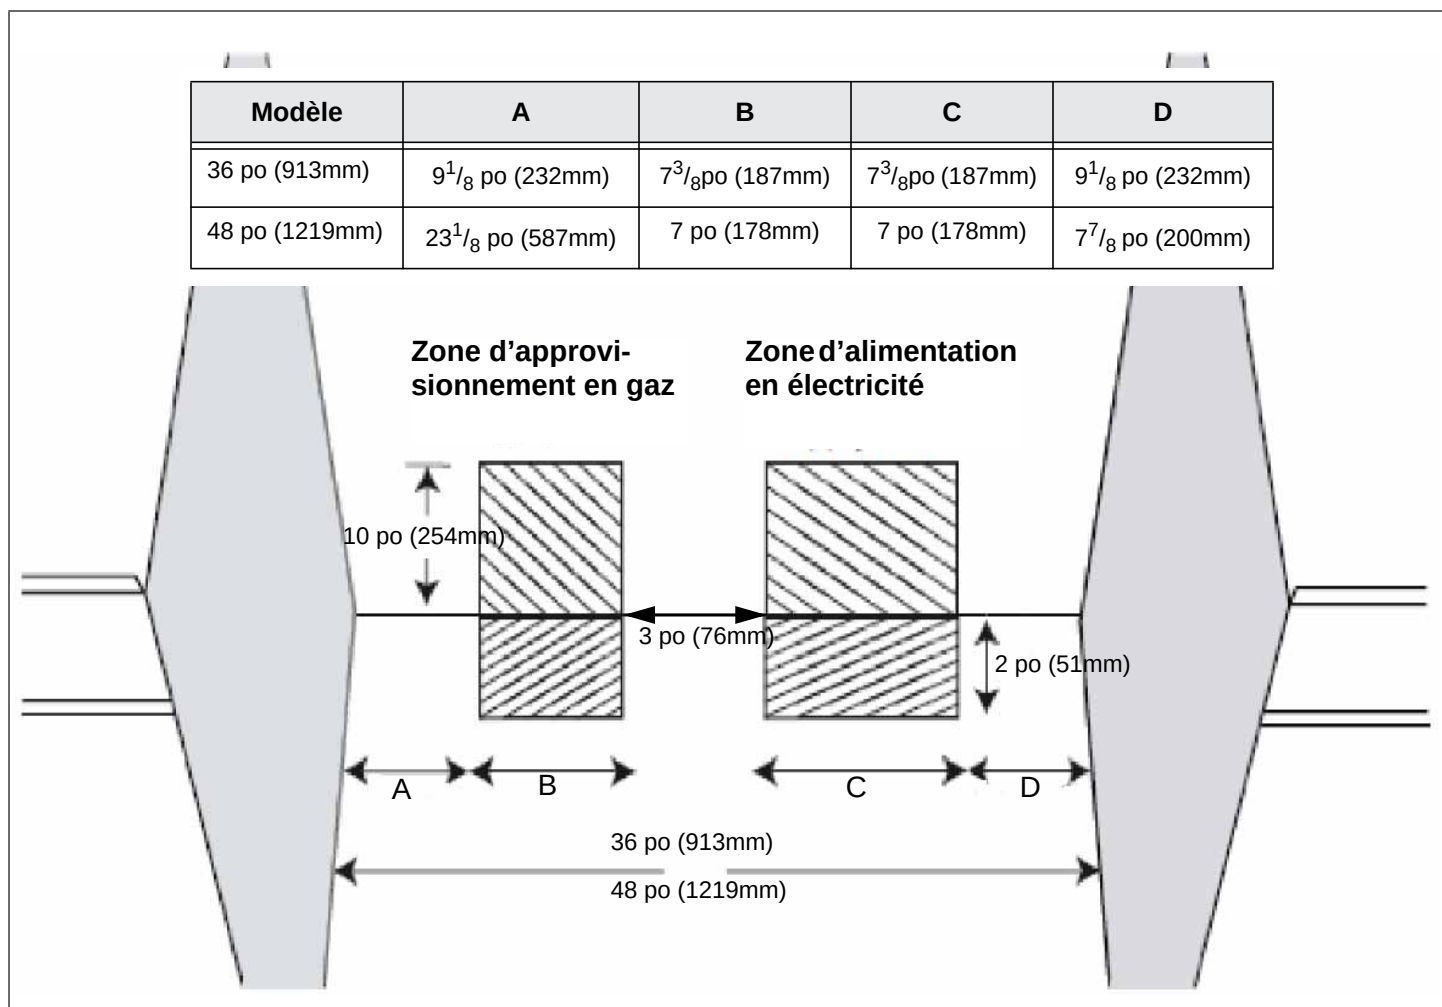

FIGURE 3: Emplacement des zones d'approvisionnement en gaz et d'alimentation en électricité
- Les entrées d'électricité et de gaz doivent se trouver dans les zones indiquées à la Figure 3.